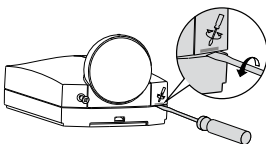

Bild 6
2. Lägg skruvmejseln i skåran mellan de främre locket och bottenplattan och rotera sedan 90 ° moturs för att få av locket (se bild 6).